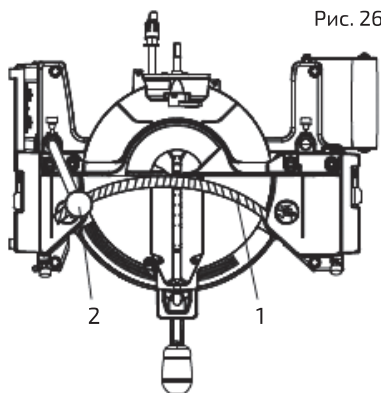

Рис. 26
Изогнутая заготовка (1) должна быть прижата к упорному ограждению и зафиксирована в тисках (2) перед началом распила, как показано на рис. 26.